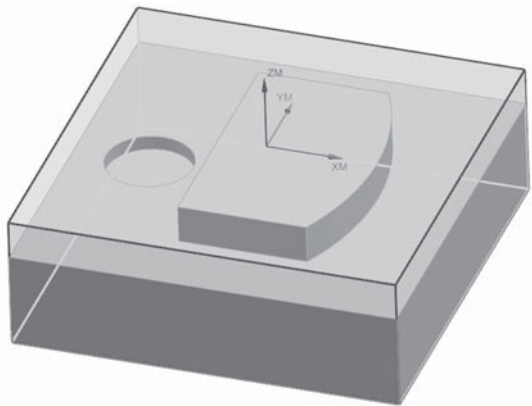

图 2-1-22 包容块
(1) 单击  MCS MILL 图标中的“+”，展开列表。双击  WORKPIECE 图标，弹出“工件”对话框。
(2) 单击  (指定部件) 图标，弹出“部件几何体”对话框，选取加工零件作为加工最终部件，单击“确定”按钮返回“工件”对话框。
(3) 单击  (指定毛坯) 图标，弹出“毛坯几何体”对话框，单击  几何体对话框右侧的  图标，选择  包容块 选项，单击“确定”按钮返回“工件”对话框。
(4) 单击  (显示) 图标，观察设置的部件和毛坯是否符合要求，如图 2-1-22 所示。